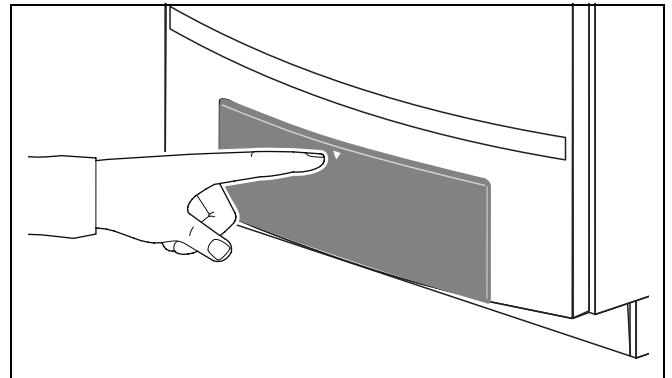

Fig. 97 Deschideți tabloul de comandă
- Deschideți tabloul de comandă prin apăsare (Fig. 97).